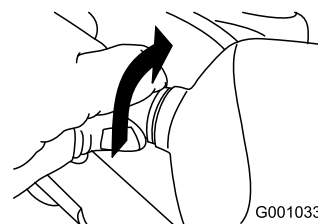

Figure 54
2. Tournez la base de l'ampoule dans le sens anti-horaire jusqu'à la butée (Figure 54).